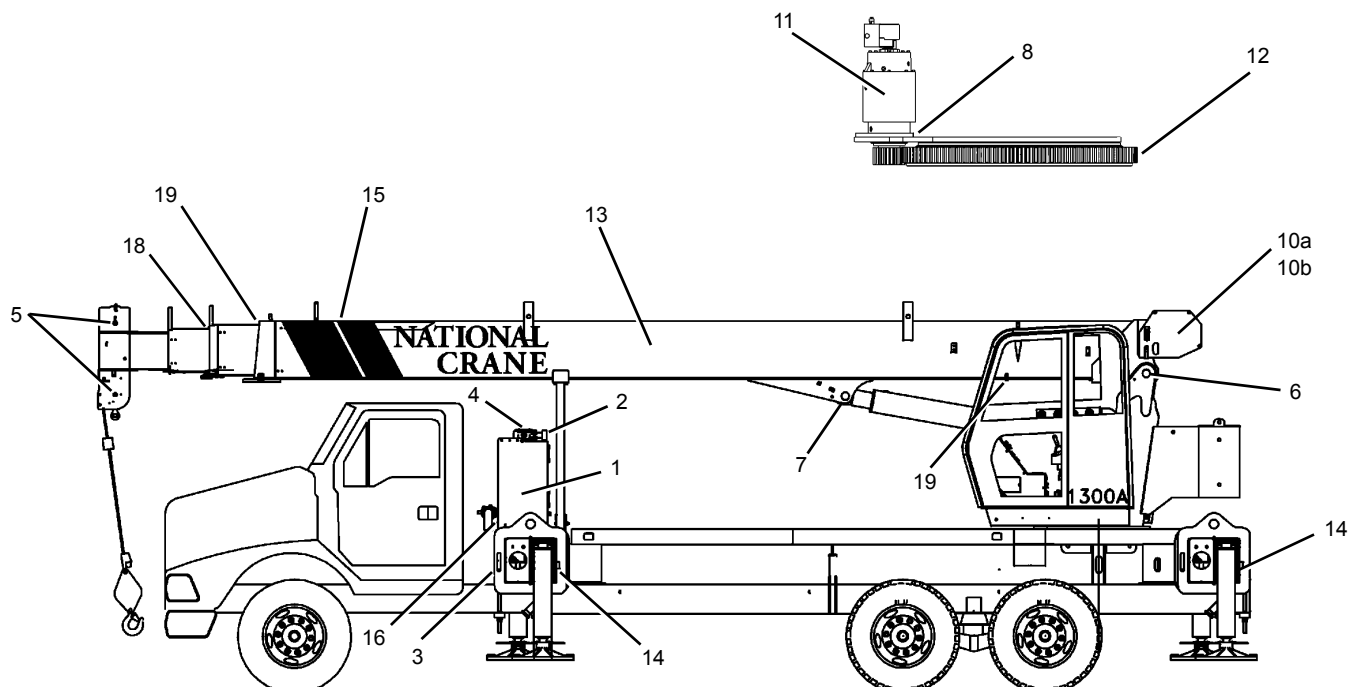

FIGURA 5-1
A continuación se describen los puntos de lubricación, así como el tipo de lubricante, el intervalo de lubricación, la cantidad de lubricante y la aplicación de cada uno de éstos. Cada punto de lubricación está numerado y este número corresponde al número del índice mostrado en la tabla de lubricación (Figura 5-1). La descripción de los lubricantes y de los símbolos se halla en las tablas siguientes.
2. Lubrique el pasador de las poleas de cable de extensión (18) (Figura 5-1) hasta que salga una cantidad pequeña de grasa del pasador. Desde la parte delantera de la pluma, mire a través de la caja de la polea al pasador para determinar la cantidad de grasa.